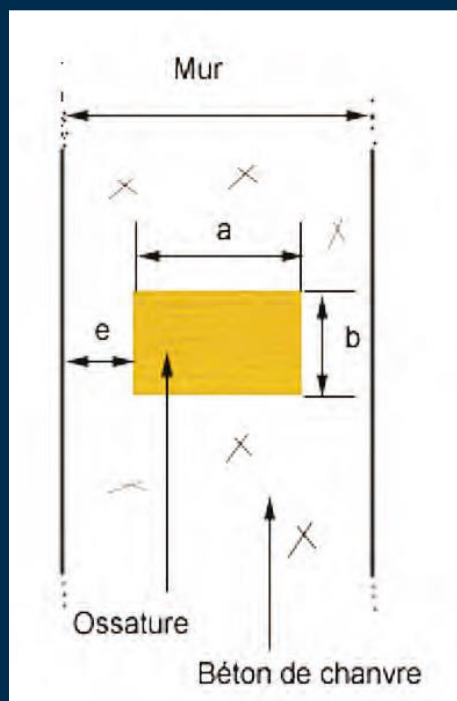

Figure 5: Coupe horizontale du mur ; épaisseur d'enrobage (e) et section de bois (a et b)
b. Pour $b \leq 8$ cm, on se référera à la relation épaisseur d'enrobage minimum (e) en fonction de l'épaisseur de bois (b) représentée figure 5.